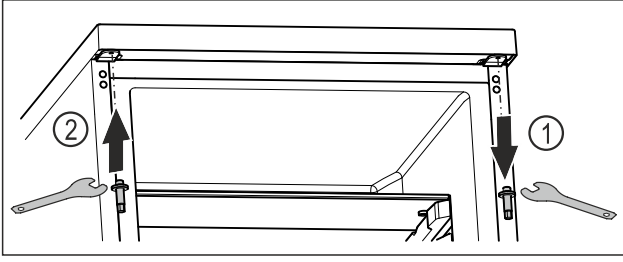

Fig. 23
- Üst pimi altı köşe lokma anahtarı ile çıkarın. Fig. 23 (1)
- Pimi diğer tarafa takın ve altı köşe lokma anahtarı ile sıkıca vidalayın. Fig. 23 (2)